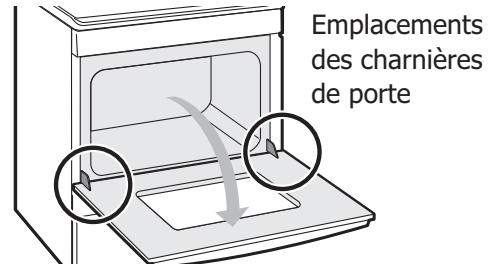

Figure 49 : Emplacement des charnières de porte
1. Ouvrir complètement la porte du four, parallèle au plancher (voir Figure 49).
3. Ouvrir complètement la porte du four, parallèle au plancher (voir Figure 49).